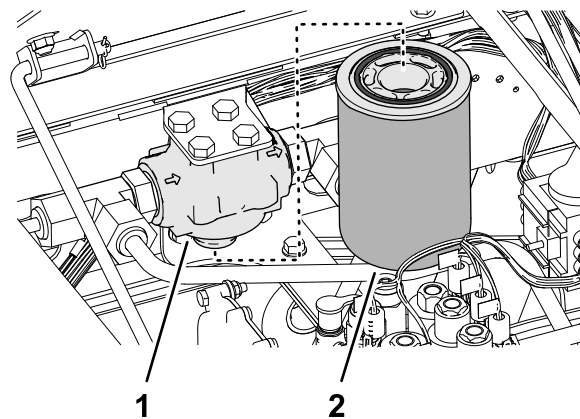

Рисунок 152
3. Очистите поверхность вокруг фильтра линии нагнетания и головки фильтра (Рисунок 152).